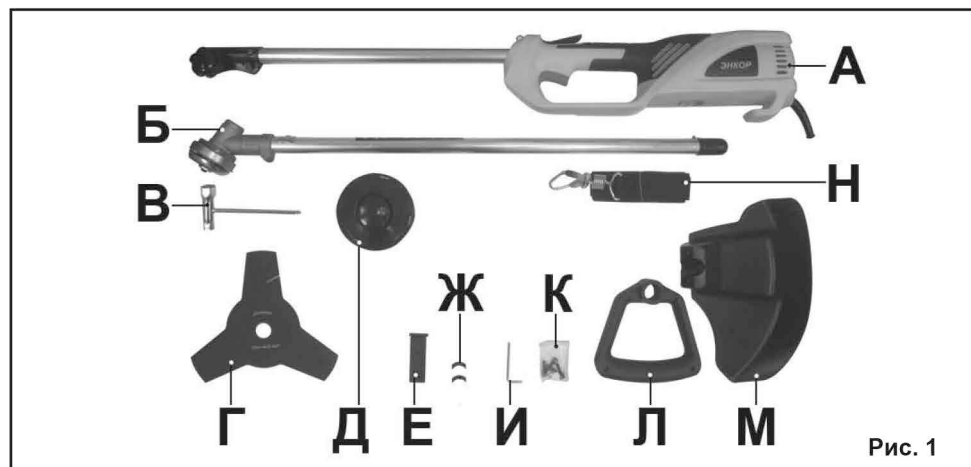

Рис. 1
4.1. Комплектность триммера представлена на Рис.1.